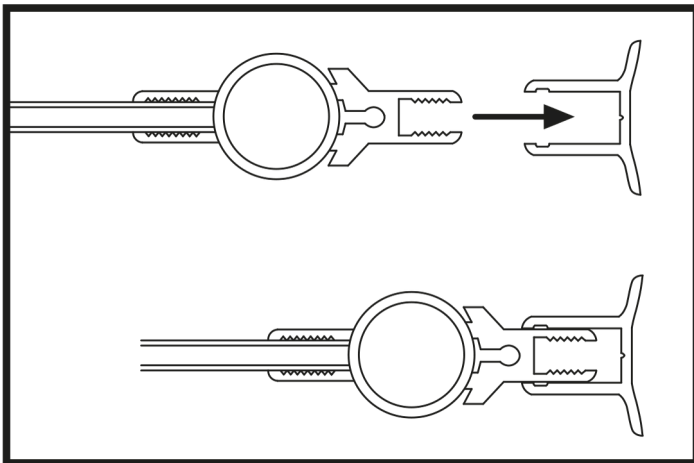

Abbildung 4
10. Legen Sie das Glas vorsichtig mit der unteren Kante auf die Blöcke. Schieben Sie das Monoscharnierglas in das Profil der an der Wand befestigten Scharnierleiste mit Ausrichtung zur Wand. (Abbildung 4)